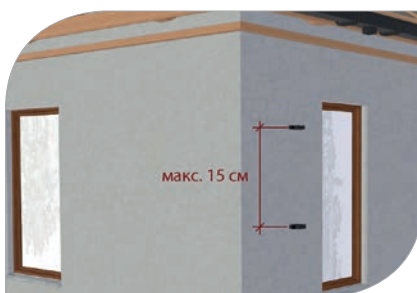

рис. 17
- 4.1 Закрепите в фасаде дюбеля, длина которых зависит от толщины теплоизоляции дома. На дюбеля навинтите гайки хомутов, сохраняя между ними зазор не более 1,8 м. На дюбеля навинтите хомуты (**рис. 17**).